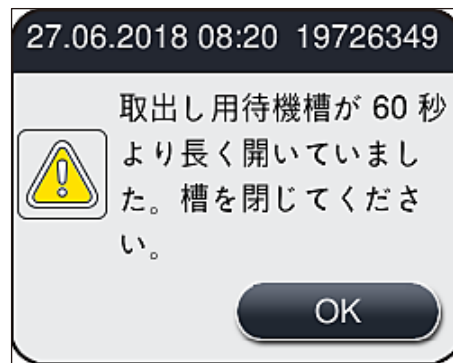

図 77
- 取出し用待機槽を 60 秒以上開けたままにすると、情報メッセージ (→ 図 77) が表示されます。